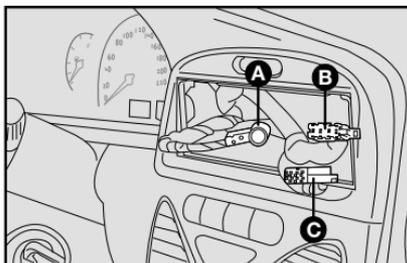

fig. 66
- Cables para la alimentación de la radio **C-fig. 66**.
- Cables para los altoparlantes **B-fig. 66**.
- Cable para la antena **A-fig. 66**.